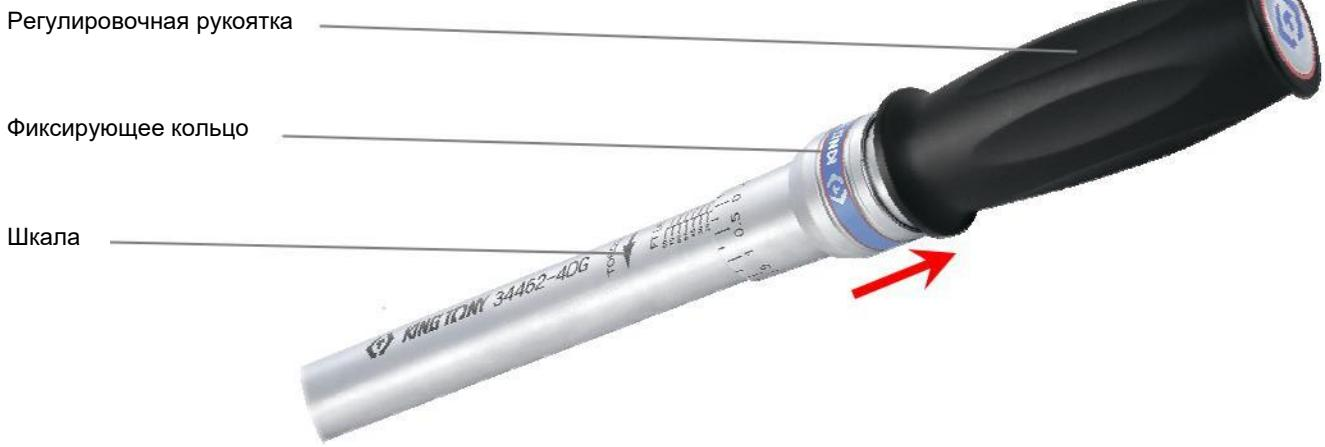

Рис. 2
- Перед началом работы с ключом серии 34462-4DG необходимо произвести настройку ключа (Рисунок 2):